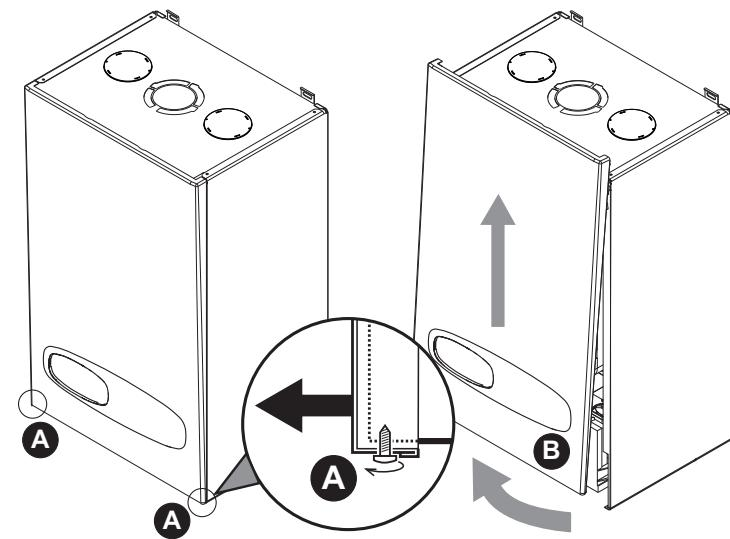

рис. 24 - Открытие передней панели
1. Частично открутите винты A (см. рис. 24).